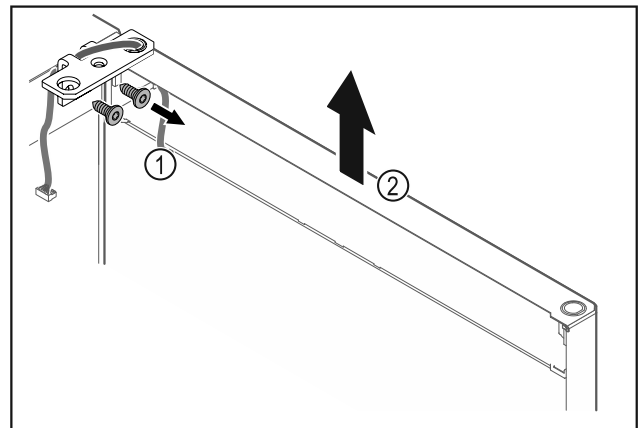

Fig. 16
- Dévisser l'équerre de la charnière Fig. 16 (1).
- Soulever la porte (équerre de charnière incluse) Fig. 16 (2) d'environ 200 mm et la retirer.